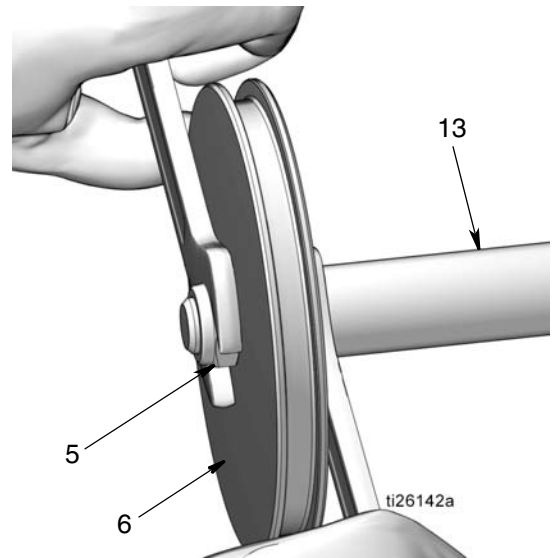

图 49
- d. 将螺母 (5) 安装在活塞杆 (13) 上。使用两个扳手以相反方向用力，拧紧螺母。固定一个开口扳手以齐平活塞杆，使用另一个扳手拧紧螺母 (5)，如图 49 所示。